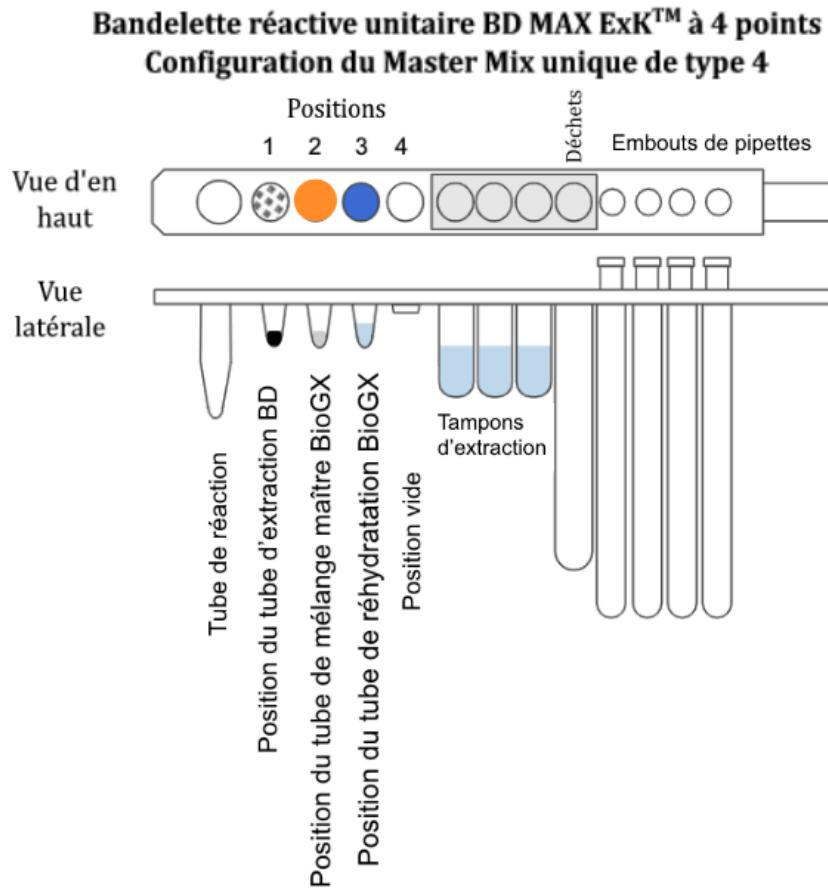

Figure 1 – Schéma des bandelettes réactives unitaires BD MAX™ ExK™ TNA-3 à 4 points
4. Placez un tube d'extraction BD MAX™ ExK™ TNA-3 à la position 1 (point 1) de chaque bandelette réactive unitaire (figure 1).